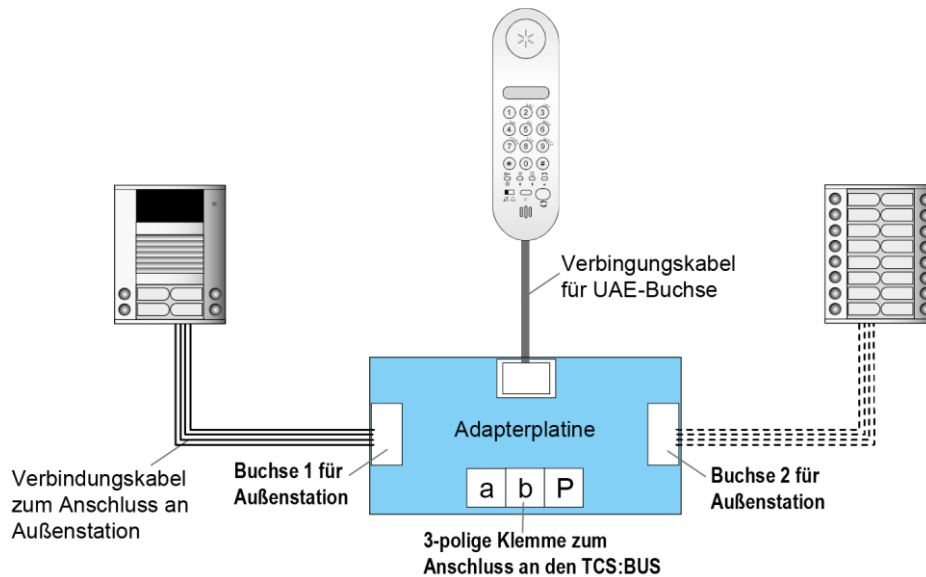

Abb. 2: Anschlussplan für Servicegerät TCSK
- Schließen Sie die Adapterplatte entsprechend Abb. 2 an.
- Schließen Sie das Servicegerät an, siehe Abb. 2, S. 9.